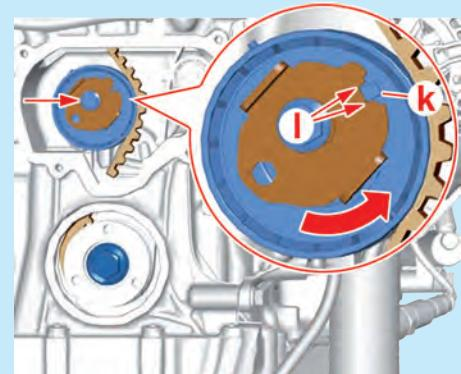

Fig.9
- Tourner l'excentrique du galet tendeur dans le sens antihoraire (Fig.9).